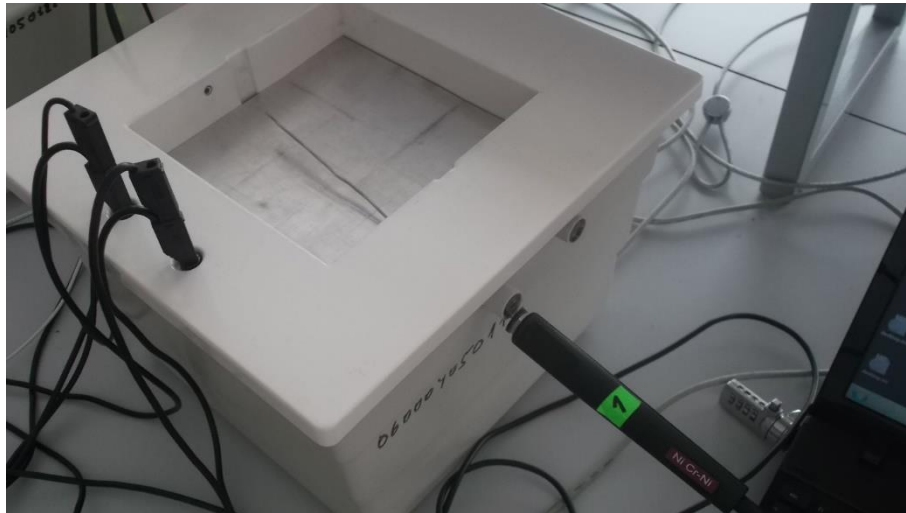

Рисунок 4. Расположение нижней (первой) термопары над дюралевой пластиной.
- в) Для измерения температуры перед образцом строительного материала вставьте термопару **1** в нижнее горизонтальное отверстие в корпусе измерительной камеры (см. рис. 4).